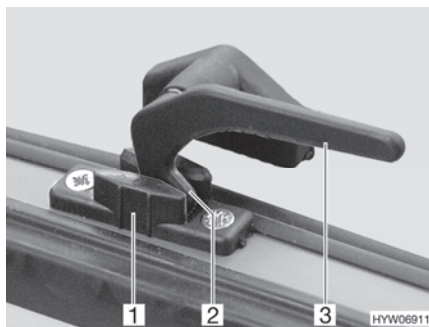

Fig. 47 Levier de verrouillage en position "Aération permanente"
- En position "Aération permanente" (Fig. 47)
- Tourner tous les leviers de verrouillage (Fig. 47,3) d'un quart de tour vers le centre de la fenêtre.
- Remettre tous les leviers de verrouillage en position initiale. Le tenon de verrouillage (Fig. 47,2) doit pénétrer alors dans le logement prévu à cet effet dans le verrouillage de fenêtre (Fig. 47,1).